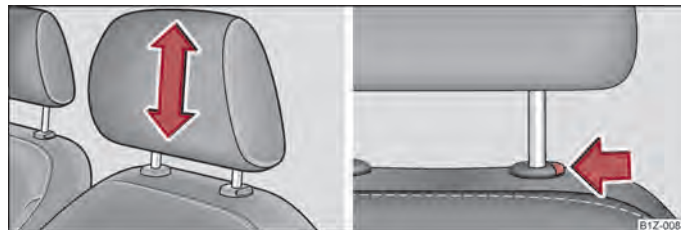

Fig. 45 Reposacabezas. Ajustar/retirar
- Debe asir el reposacabezas por los lados con las dos manos y tirar a discreción de él hacia arriba o abajo ⇒ fig. 45 - lado izquierdo.
- Si desea desplazar el reposacabezas hacia abajo, pulse y mantenga la tecla de seguro en esa posición con una mano ⇒ fig. 45 - lado derecho, y presione con la otra mano el reposacabezas hacia abajo.
- Pulse la tecla del seguro en el sentido de la flecha → fig. 45 - lado derecho, y extraiga el reposacabezas.